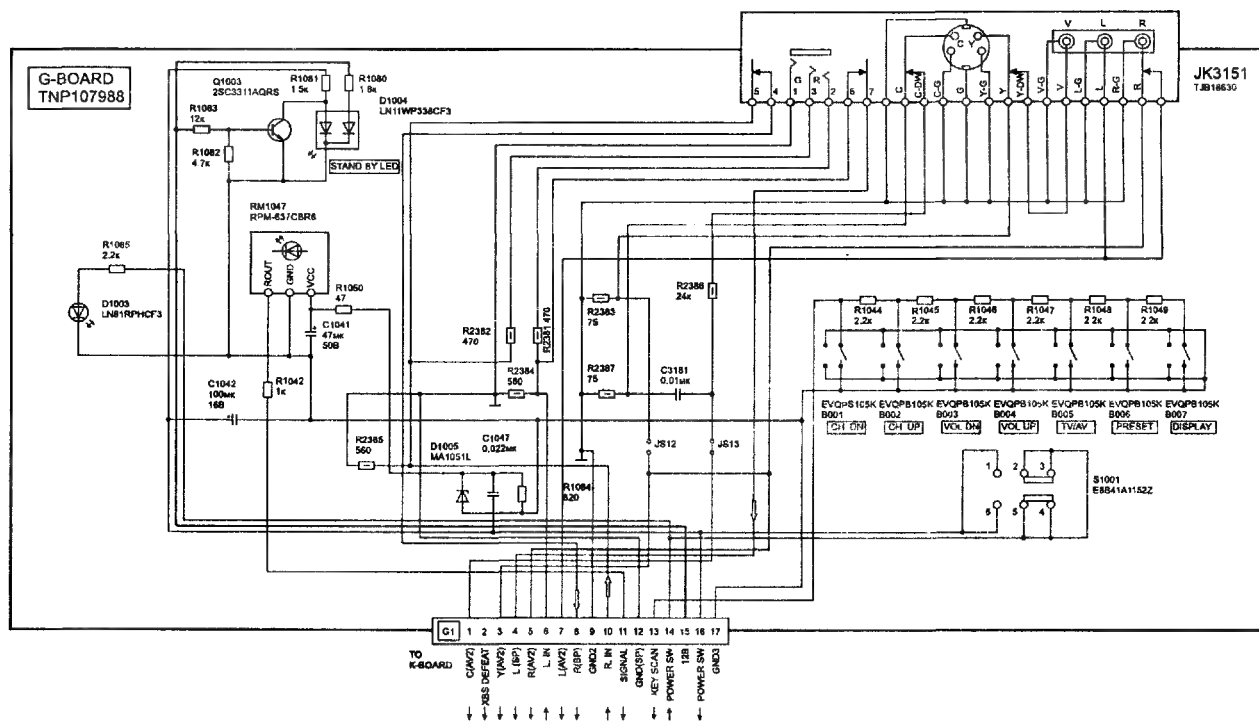
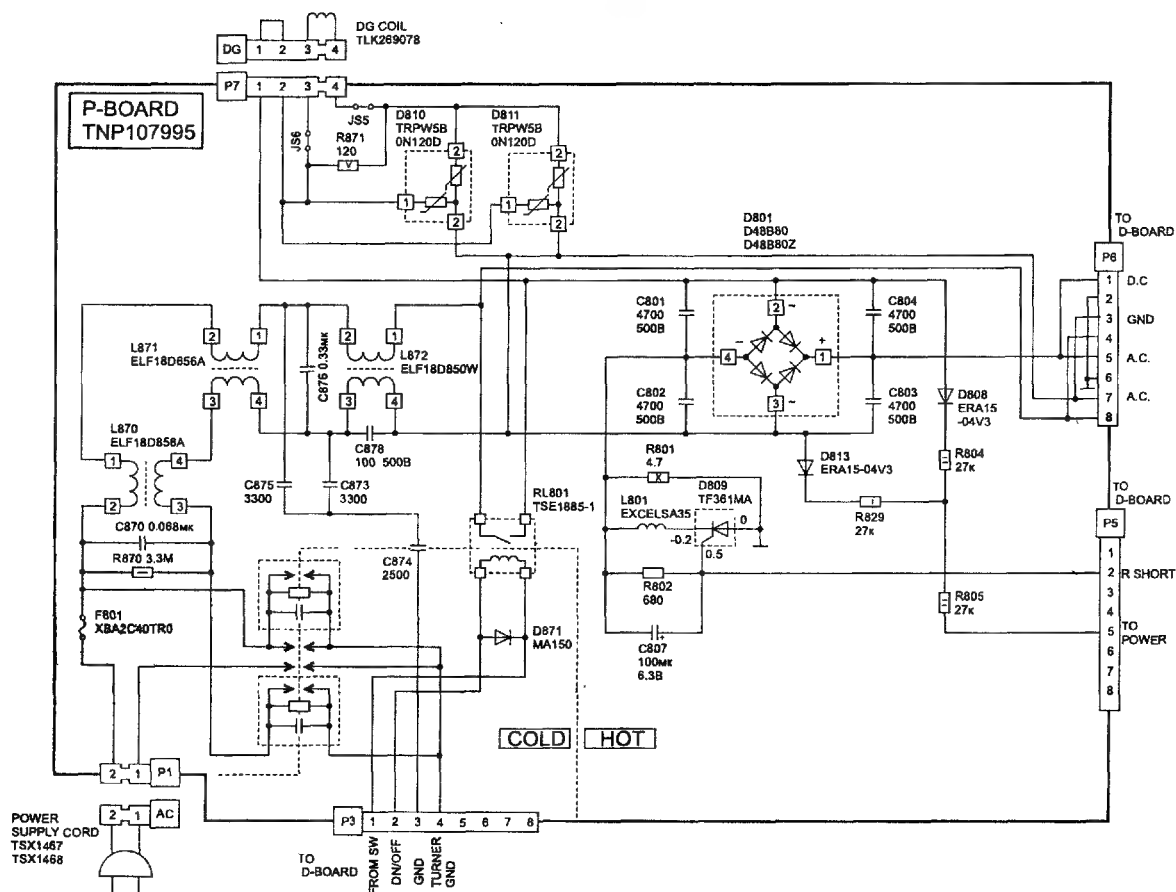

Рис. 4.19. Плата G
Рис. 4.20. Плата P
ИП дежурного режима имеет отдельный понижающий трансформатор Т802 (рис. 4.17), который постоянно подключен к сетевому напряжению. Напряжение с его вторичной обмотки выпрямляется диодным мостом D851—D854, фильтруется на C850 и поступает на вход стабилизатора +10 В на элементах Q850, Q851, D858. Непосредственно к выходу стабилизатора подключен светодиод индикации подключения к сети D1003 (рис. 4.19). Поэтому когда сетевая вилка подключена к сети, D1003 светится. Если включается сетевой выключатель S1001, то напряжение +10 В поступает на стабилизатор +5 В IC1214 (рис. 4.2), от которого питается микроконтроллер IC1213. Основной ИП остается обесточенным, так как контакты реле RL801 (рис. 4.20) разомкнуты. Светодиод STANDBY D1004 светится красным цветом. После получения команды от ПДУ на включение телевизора IC1213 сигналом с выв. 33 включает реле RL801 и на вход основного ИП подается сетевое напряжение. Преобразователь ИП начинает работать и на всех вторичных каналах появляется напряжение.
Входное переменное напряжение выпрямляется диодом D808 (рис. 4.20) и через резисторы R804, R805 заряжает фильтрующий конденсатор C811 (рис. 4.17). Отсюда напряжение через выв. 5 IC801 поступает на схему старта. Когда его величина достигает 16 В, включается генератор и силовой ключ (полевой транзистор внутри IC801) открывается. Напряжение на всех обмотках трансформатора Т801 растет. С обмотки 1-2 Т801 снимается напряжение около 14 В, выпрямляется диодом D803 и поступает на выв. 5 IC801 для ее питания в рабочем режиме.
- ◆ Отключают телевизор от сети и омметром проверяют на короткое замыкание элементы L870—L872, C801—C804, C876, C818, C819, D810, D811, D801, DG COIL (рис. 4.20). Если указанные элементы исправны, проверяют элементы схемы управления симистором Q801: D818, C822, D817, Q854, C824, D815, Q853 (рис. 4.17).